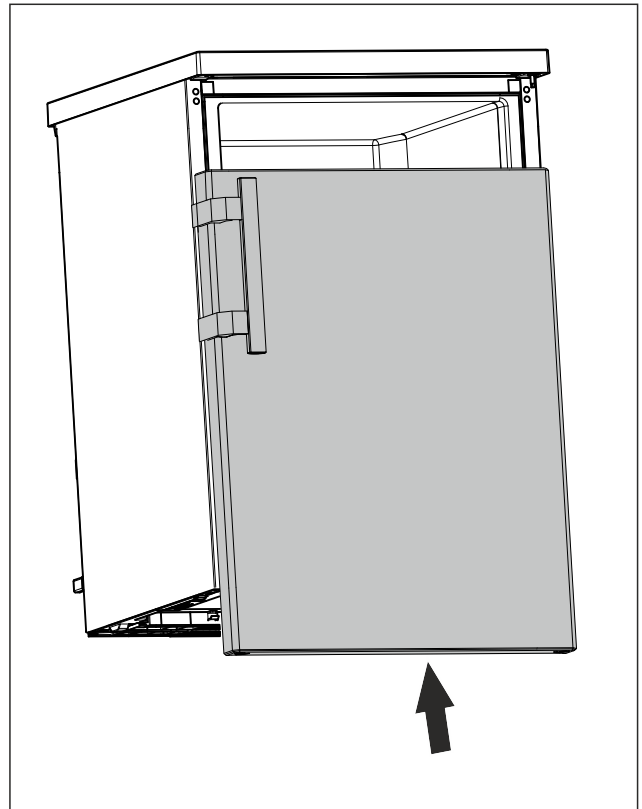

Fig. 23
- ▶ Työnnä ovi suljettuna ylemmän pulttiin. (katso Fig. 23)